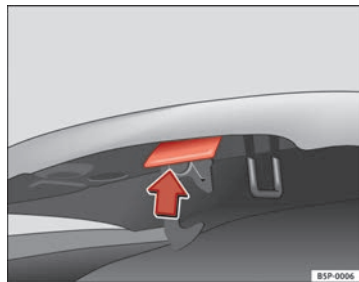

**Abb. 168** Ausschnitt aus dem Fußraum auf der Fahrerseite: Entriegelungshebel für die Motorraumklappe ▶
- Den Hebel unterhalb der Instrumententafel ⇒ **Abb. 168** in Pfeilrichtung ziehen.